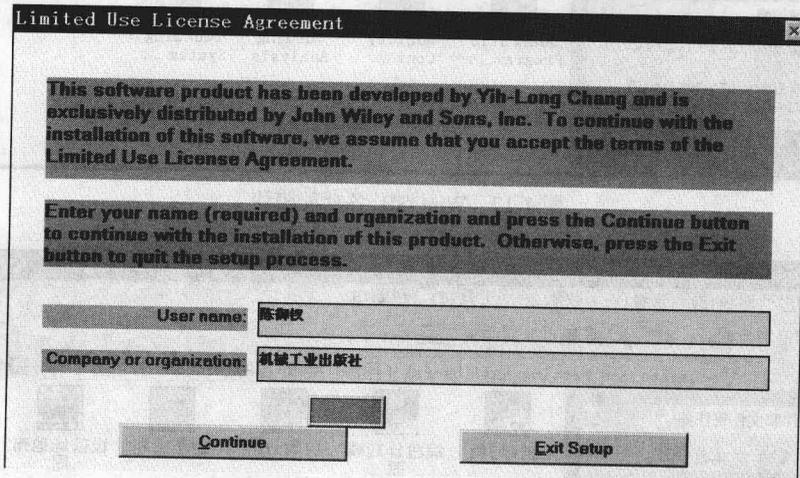

图 1-15 WinQSB 软件使用者的姓名和单位
**步骤 3** 点击【Continue】，输入使用者的姓名和单位(见图 1-15)。